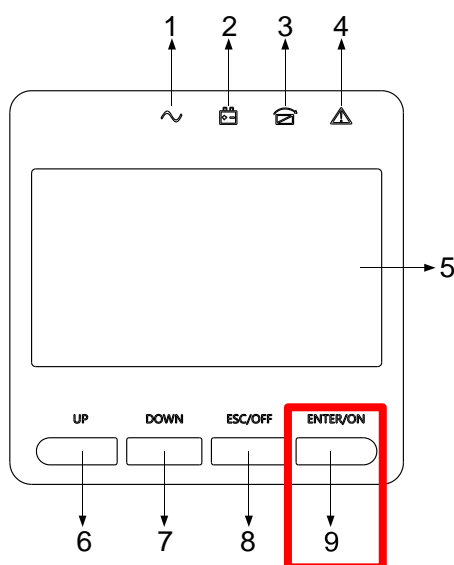

Fig. 4-2 Botón de arranque en frío
- Active los botones de arranque en frío en la posición 9 como en la Fig. 4-2.